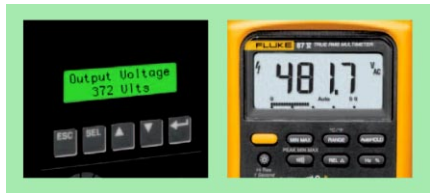

图 1. 未使用低通滤波器的输出电压读数。
8. 如果不使用低通滤波器，多用表测得的输出电压读数将会高出 10% 到 30%，和普通的数字多用表测量结果一样（参见图 1）。